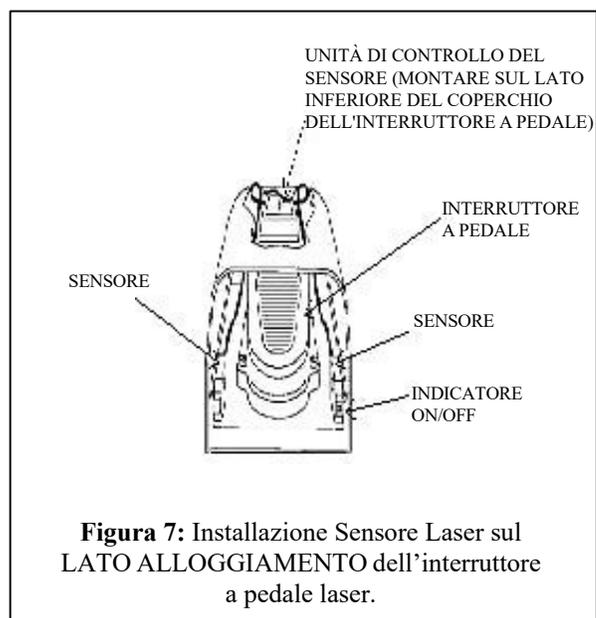

Figura 7: Installazione Sensore Laser sul LATO ALLOGGIAMENTO dell'interruttore a pedale laser.
4. All'interno dell'alloggiamento dell'interruttore a pedale (Figura 7), posizionare il sensore di trasmissione e il sensore di ricezione sui lati opposti dell'interruttore stesso. Non posizionare i sensori sui lati dell'interruttore a pedale.